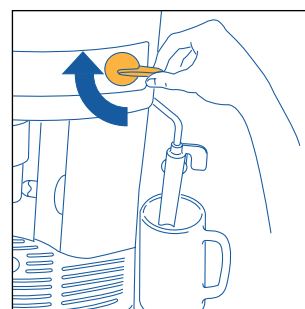

Рис. 6
4. Через несколько секунд из насадки для взбивания молока начнет вытекать вода. Когда чашка будет наполнена примерно 30 мл воды, поверните ручку подачи пара по часовой стрелке на половину оборота, рис. 6, до упора, так чтобы вода перестала течь.
- Поверните регулятор подачи пара по часовой стрелке до упора, рис. 6, для того, чтобы прервать выход воды и переведите насадку для взбивания молока в первоначальное положение, направив в центр кофеварки.
- Направьте насадку для взбивания молока, рис. 6, в сторону вне кофеварки.
- Чтобы прервать подачу, поверните ручку до упора по часовой стрелке, рис. 6.
- После достижения требуемой температуры прервите подачу пара, повернув регулятор подачи пара по часовой стрелке до упора, рис. 6.